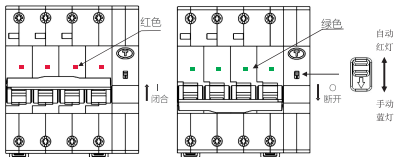

图3 断路器合/分闸状态指示、模式选择开关手动/自动位置
8.1 安装使用前先检查断路器标志与所使用的工作条件是否相符；通电前，先人为操作几次断路器，其机构动作应灵活、可靠、无阻滞现象。断路器合/分闸状态指示、模式选择开关手动/自动位置见图3。